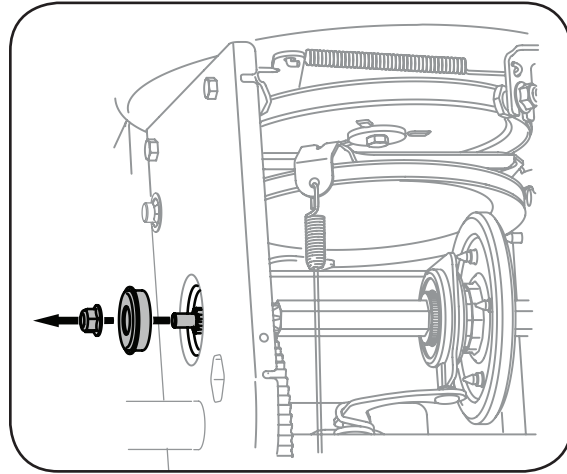

Figure 6-14
- 2. Retirez doucement l'écrin à six pans et la rondelle qui maintiennent l'arbre hexagonal sur le châssis de la souffreuse et frappez doucement sur l'extrémité droite du châssis. Voir la Figure 6-14.